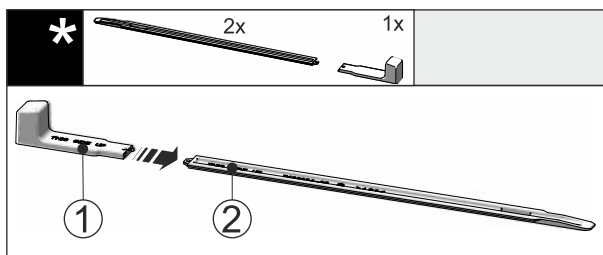

Fig. 43
- ▶ Uchwyt montażowy Fig. 43 (1) podłączyć do szyny niwelującej Fig. 43 (2).